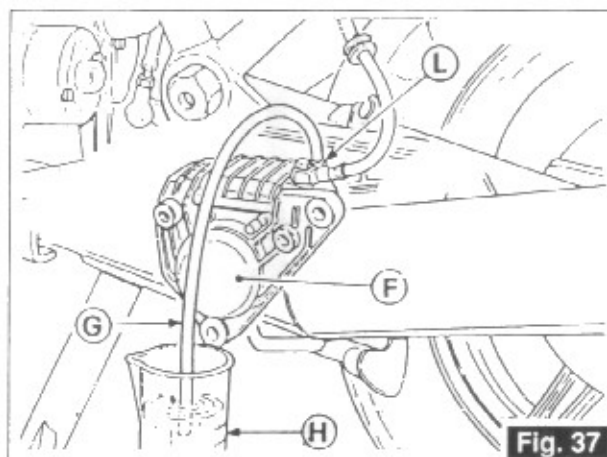

Fig. 37
- 2 Effettuare lo spurgo agendo sulla pinza «F», dopo averla smontata dalla flangia di sostegno ed averla posta in posizione tale che il tappo di spurgo «L» si trovi rivolto verso l'alto (fig. 37).
- 2 Arrange bleeding acting on «F» caliper, after having removed it from the supporting flange and placed in such a position that «L» bleeding plug is directed upwards (fig. 37).